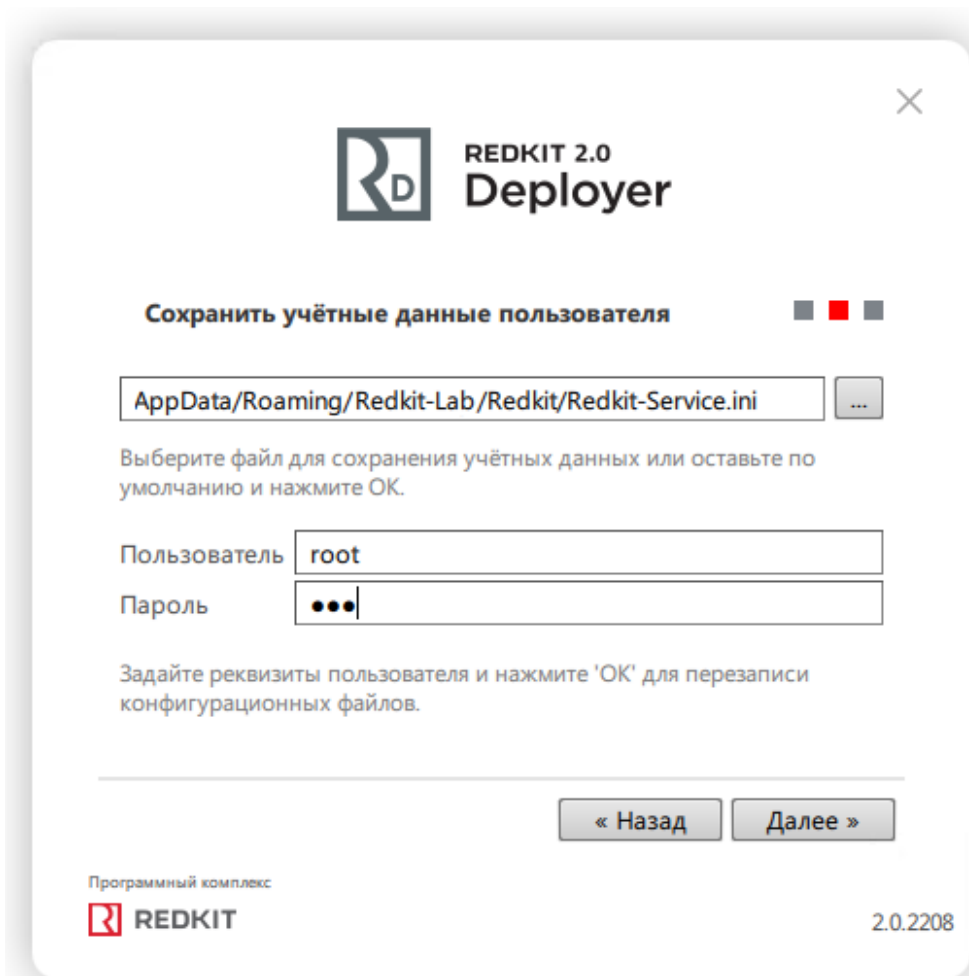

Рисунок 66 - Сохранить учётные данные
19. Выберите для перезаписи конфигурационный файл *Redkit-Service.ini* и укажите реквизиты пользователя из п.12 раздела Первичное конфигурирование (Рисунок 66).